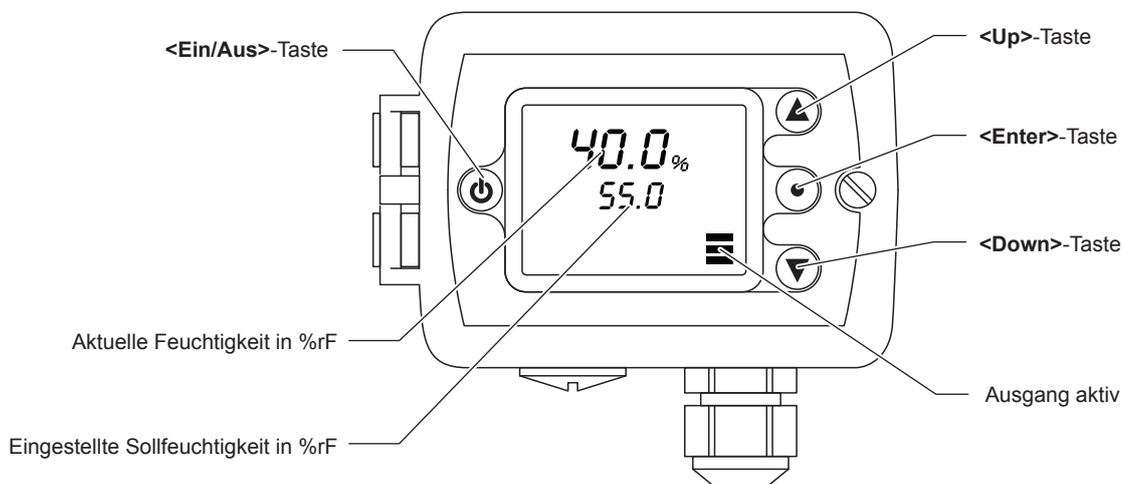

Abb. 42: Bedienelemente Maximalhygrostat
12. Maximalhygrostat einstellen: Wenn die Hydraulikeinheit eingeschaltet ist, erscheint auf dem Display des Maximalhygrostaten die momentan gemessene Luftfeuchte sowie der Sollwert (siehe Abb. 42). Ist dies nicht der Fall und ist der Maximalhygrostat korrekt angeschlossen, schalten Sie den Maximalhygrostaten mit der EIN/AUS Taste ein. Stellen Sie anschliessend mit den Tasten ▲/▼ den Sollwert auf 55% (Maximalhygrostat im Abluftkanal eingebaut) bzw. auf 85% (Maximalhygrostat im Zuluftkanal eingebaut) ein.